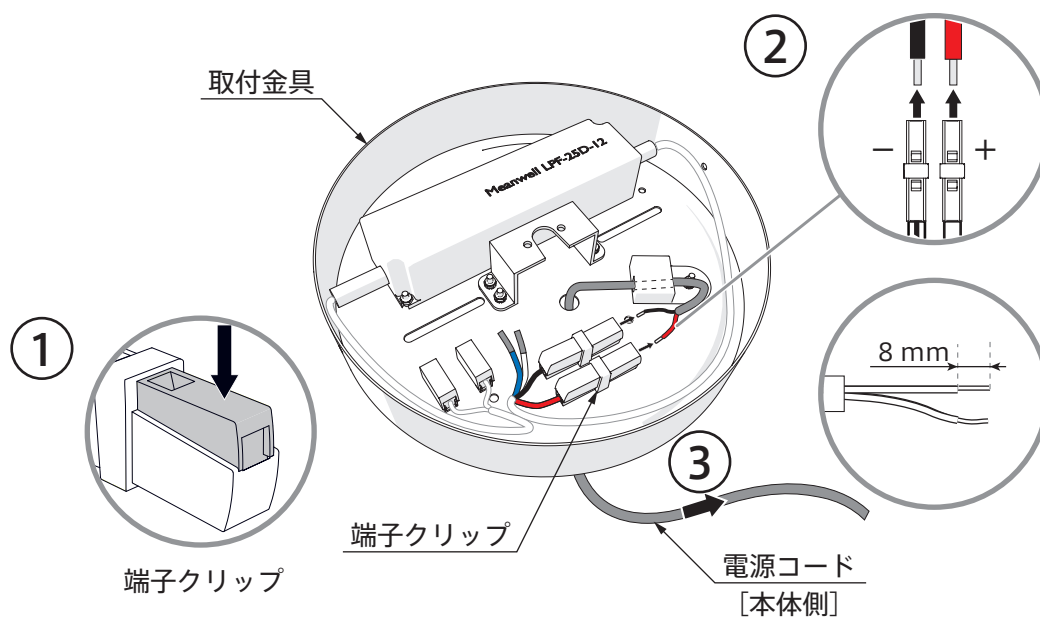
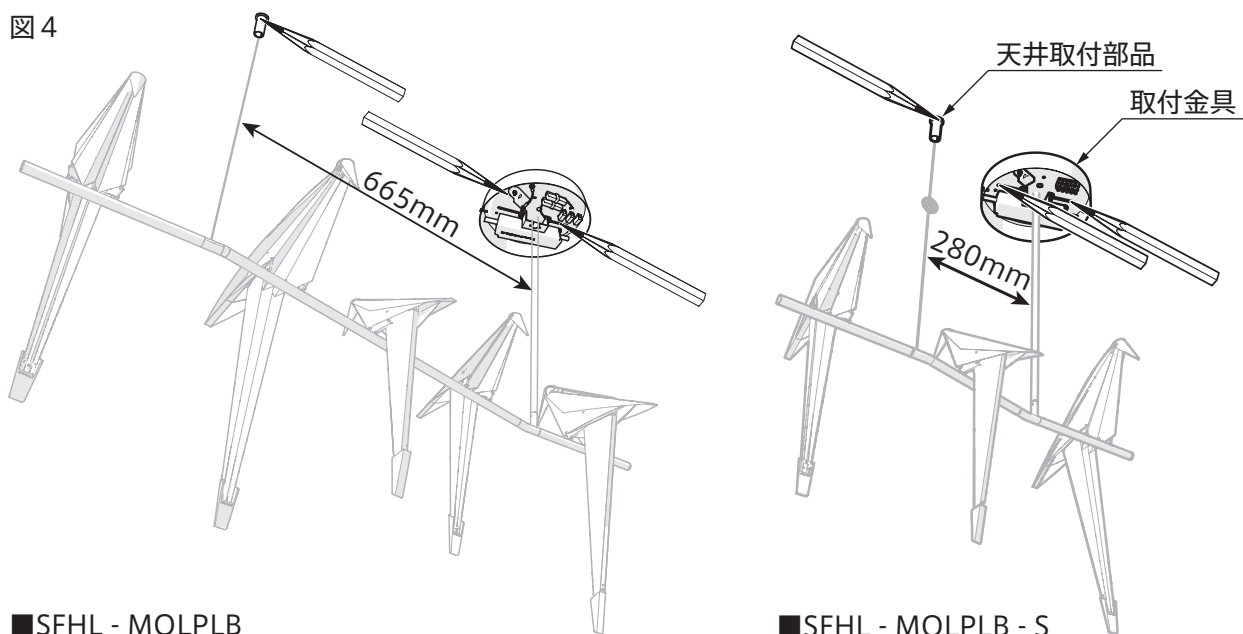

図 4
図 5
3. 取付金具と天井取付部品の取付位置に印をつけます。(図4、図5)